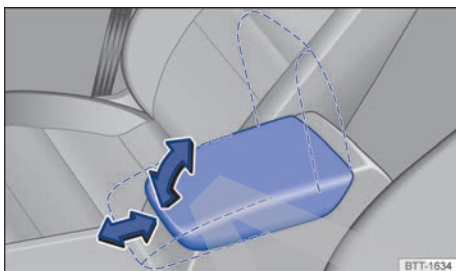

Fig. 102 Reposabrazos central delantero.
- Para *levantar* el reposabrazos, tire de él hacia arriba en el sentido de la flecha → fig. 102 encastrado por encastrado.
- Para *ajustar longitudinalmente* el reposabrazos, desplácelo completamente hacia delante → fig. 102 o completamente hacia atrás en el sentido de la flecha correspondiente.